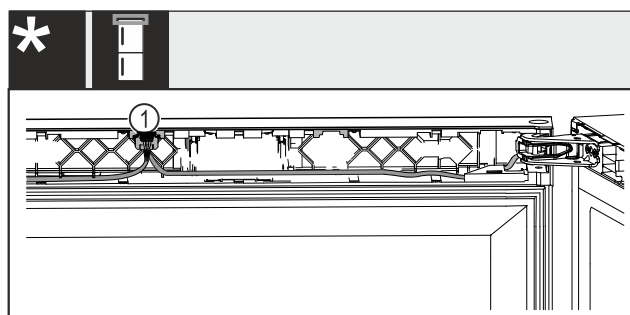

Fig. 64 Combiné compartiment à vin/congérateur*
- Enclencher le connecteur Fig. 64 (1) dans le guide.*